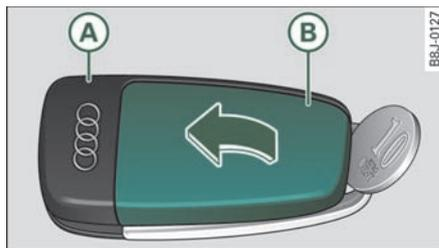

图 21 无线遥控钥匙：打开盖板
- 将钥匙部件 => 图 21 A 和盖板 B 用一个硬币小心撬开，朝箭头方向取下盖板。